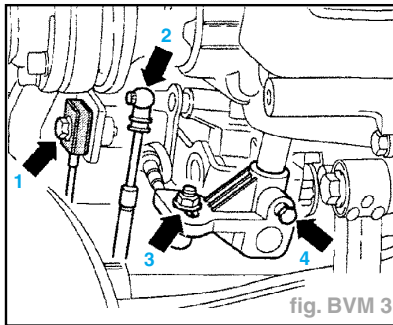

fig. BVM 3
- Déposer le câble Bowden de passage des vitesses (flèche 1) et le câble Bowden de sélection des vitesses (flèche 2) (fig. BVM 3).
- Mettre la vis (flèche 4) en place et la serrer avec une clé dynamométrique (fig. BVM 3).